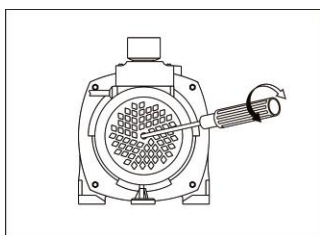

Рисунок 8
6. Перед началом работы, проверьте вращающийся вал с помощью прямой отвертки. После проверки, можете запустить двигатель. (см. рисунок 8).